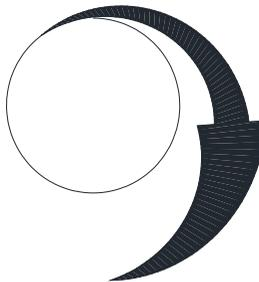

Рис. 2.9
10. Командой «ПОЛИЛИНИЯ» начертить стрелку (рис. 2.9). Использовать контекстное меню «ШИРИНА», доступное для полилиний.